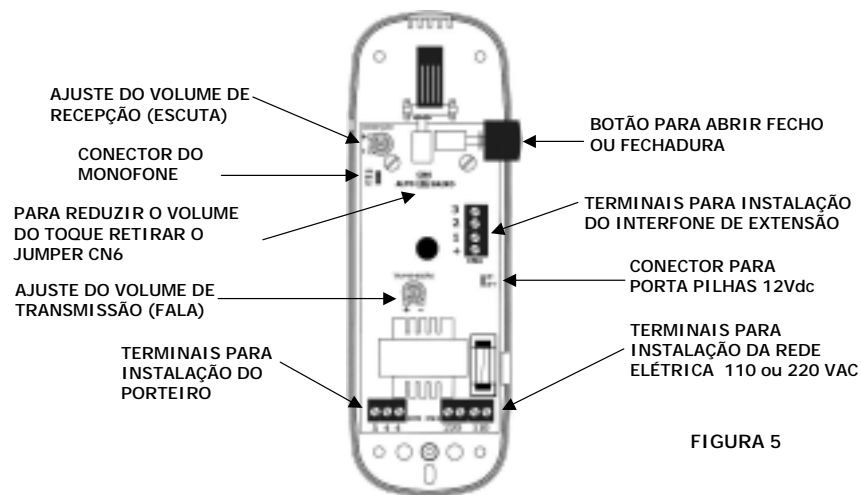

FIGURA 5
Caso a comunicação necessite de ajuste da transmissão (fala) e da recepção (escuta), isso poderá ser feito através dos ajustes de volume, trimpot TX (transmissão – fala) e trimpot RX (recepção – escuta), vide figura 5.
correspondente, vide figura 5
Este produto não tem chave seletora de tensão, para liga-lo, ligue os terminais identificados como 110V na rede elétrica 110V ou ligue os terminais identificados como 220V na rede elétrica 220V, vide figura 5.
3) Para manter o sistema funcionando a comunicação na falta de energia elétrica, instale o porta pilhas opcional, vide figura 5.
4) Para acionamento do fecho ou fechadura eletromagnética de qualquer outro local da residência colocar um botão adicional (Botoneira NA Amelco) entre os **TERMINAIS (4) e (1)**, vide tabela de especificações dos fios.
Quando a campainha for pressionada no porteiro da rua, o sistema emitirá um toque no interfone. Ao ouvir o toque, você atende o interfone, estabelecendo a comunicação e reconhecendo o visitante, fazendo com que você não se exponha indo até o portão (**SEGURANÇA e CONFORTO**). Para acionar a abertura do portão (se tiver fecho ou fechadura instalada), basta apertar o botão lateral do interfone, vide figura 5.